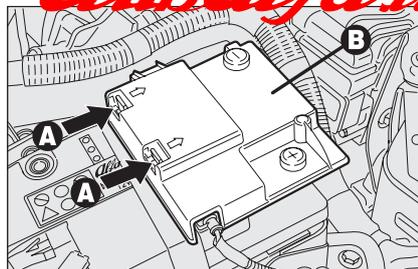

fig. 50
- agire sulle mollette di ritegno **A-fig. 50** e rimuovere il coperchio di protezione **B**;